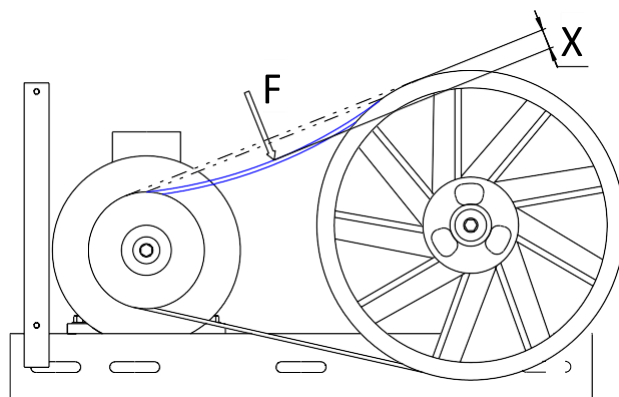

Рисунок 8
Для проверки натяжения ремней выполните следующие действия (смотрите рисунок 8):
- 3 Приложите силу F с усилием 40...55 Н, перпендикулярно к середине ремня (рисунок 8).